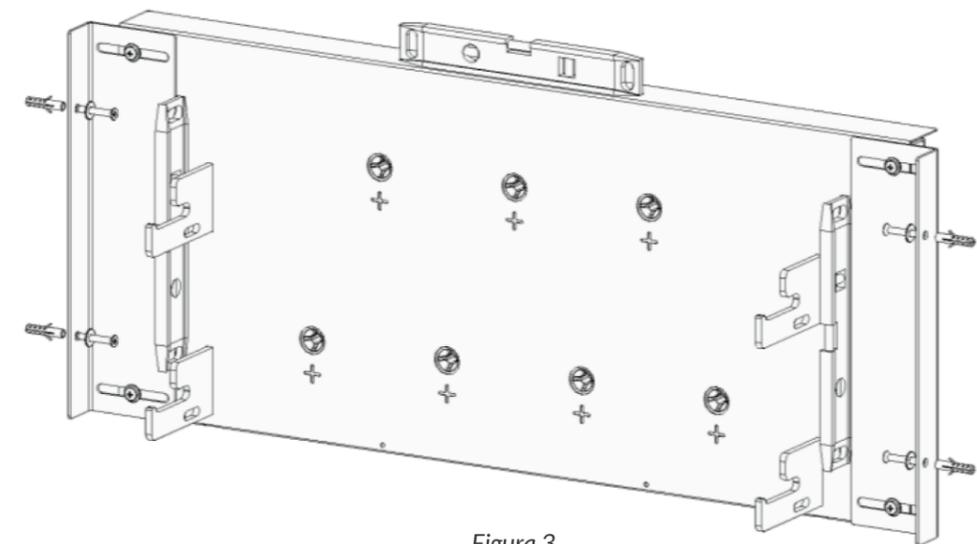

Figura 3
a) Coloque la Estructura Trasera sobre el muro trasero y, con ayuda de un nivel, nivélela marcando el centro de los agujeros en la albañilería. Retire la Estructura Trasera y haga los cuatro agujeros laterales con una broca de widia (concreto)  $\text{Ø}6\text{mm}$ . Luego, coloque los tacos de nailon (incluidos), posicione la Estructura Trasera en el lugar, conecte los cables según el tipo de controlador (utilice cable para alta temperatura), nivelando la Estructura Trasera y fijándola con los tornillos y arandelas, según la Figura 3. Tenga cuidado de no dañar el cableado eléctrico durante la instalación.